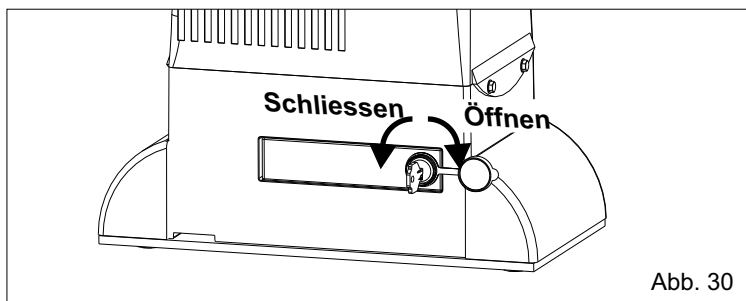

Abb. 30
14.1. Zum Entriegeln wie folgt vorgehen:-Die Schutzklappe des Schlosses öffnen, den Schlüssel einführen und um 90° im Uhrzeigersinn drehen (Abb.30).